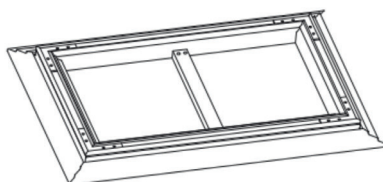

Bild 8
8. Sätt i tvärslån (L) i ramen på mitten av långsidan (som på bild 8) och fäst tvärslån i skarvfästet (I) med de medföljande skruvarna (P).